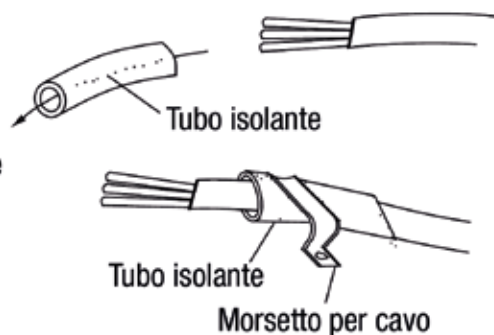

Fig. 31
3. Come fissare il cavo di collegamento e il cavo di alimentazione con un morsetto. Dopo aver fatto passare il cavo di collegamento e il cavo di alimentazione attraverso il tubo isolante, fissarlo con il morsetto per cavi. (Fig. 31)